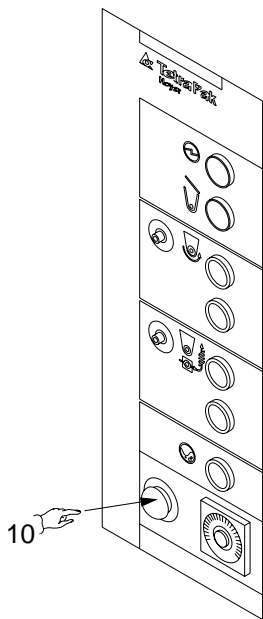

Fig. 4.5
- a. Verificare che il pulsante di arresto di emergenza sia sbloccato (Pos. 10 Fig. 4.5).